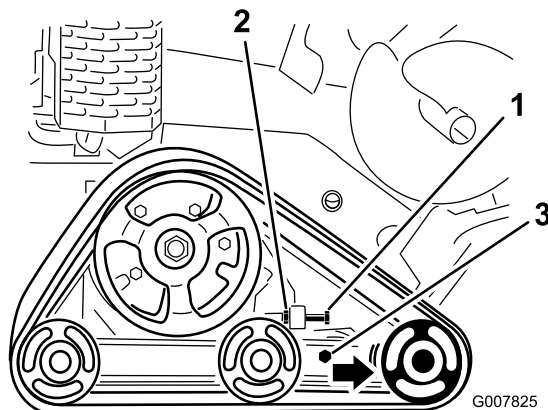

Bild 47
3. Lösen Sie die Klemmmutter an der Spannschraube der Kette und die Klemmschrauben am Spannarm (Bild 47).
4. Ziehen Sie die Spannschraube mit 32,5 bis 40,7 Nm fest, um die Kette zu spannen (Bild 47).
4. Lösen Sie die Spannschraube und Klemmmutter (Bild 47).
5. Lösen Sie die Klemmschrauben (Bild 47).